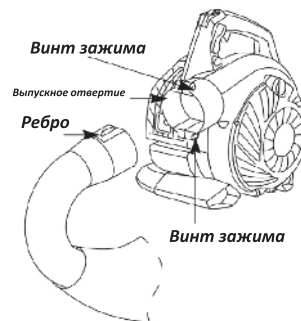

Рис. 5
5. Вставьте изогнутую трубу в выходное отверстие воздуходува. Убедитесь что ребро изогнутой трубы попадает в прорезь зажима. (Рис. 5).